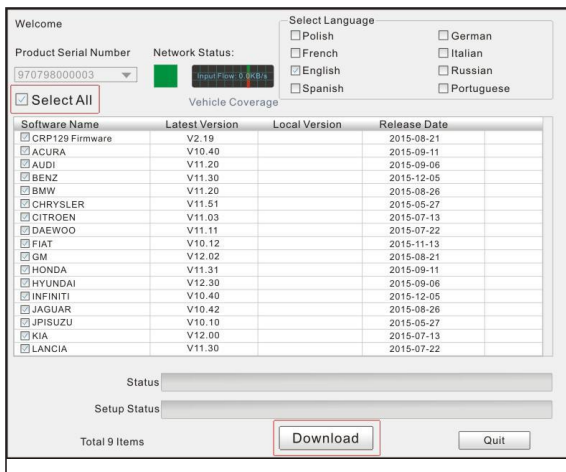

Figura 7-6.
10. Vuelva a abrir la suite de actualizaciones FX2000 y seleccione las actualizaciones que desea realizar o haga clic en [Seleccionar todo] y haga clic en [Descargar].(Figura 7-6)